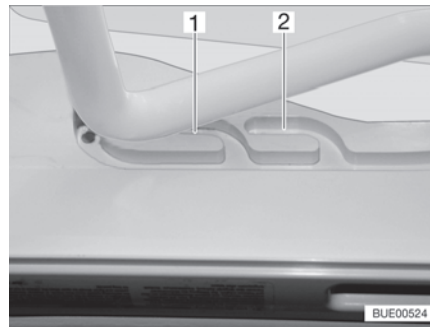
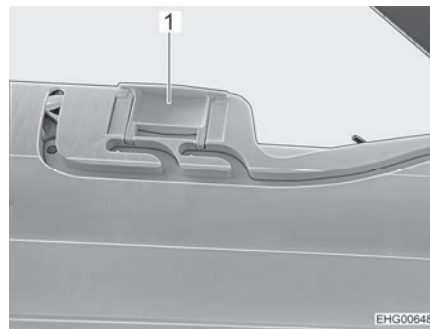

Fig. 43 Guía (posición de ventilación)
Fig. 44 Bloqueo (posición de ventilación)
La claraboya Heki se puede colocar en dos posiciones de ventilación: Posición de mal tiempo (Fig. 43,1) y posición central (Fig. 43,2). Según el modelo, la claraboya podrá ser bloqueada en la posición central con los dos pestillos (Fig. 44,1) a la izquierda y la derecha en el marco de la claraboya.
- Presionar el estribo ligeramente hacia arriba y empujarlo en la guía seleccionada (Fig. 43,1 ó 2) y, si fuera necesario, bloquearlo.